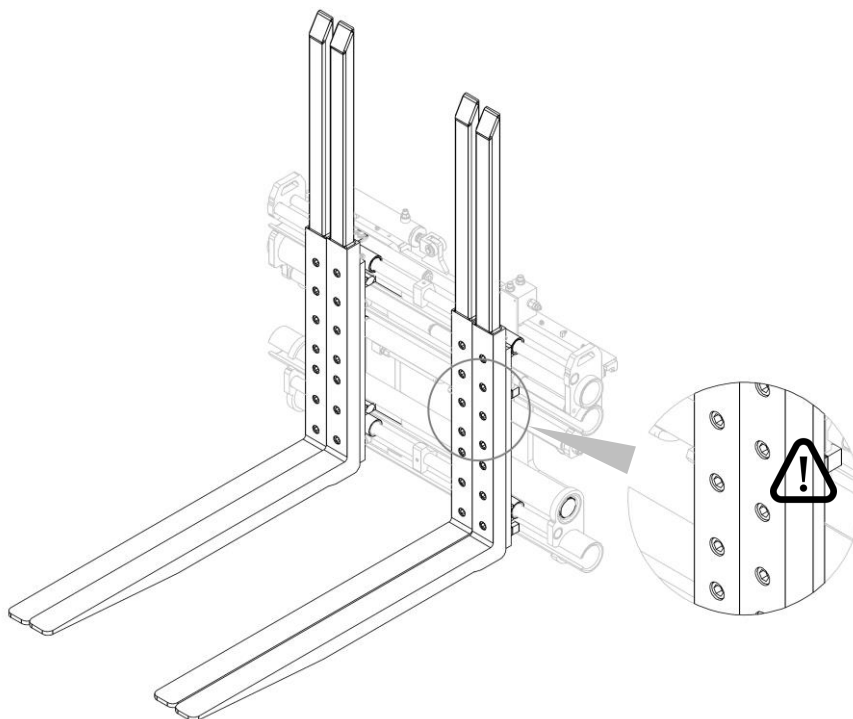

Figura 12
2. Verificare il corretto bloccaggio delle forche (vedi *Figura 12*).